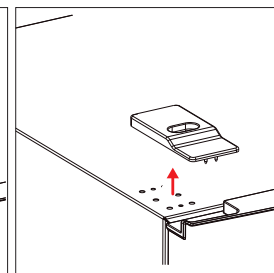

Afb. 5
- Draai de drie bevestigingsschroeven van de scharnierplaat los en verwijder het scharnier van de deur van het koelgedeelte (2) (afb. 5). Verwijder ook de vulring en leg deze voor later gebruik opzij.
- Til de deur van het koelgedeelte (2) van het middelste scharnier en plaats deze op een zachte ondergrond om krassen te vermijden en beveilig deze tegen omvallen.